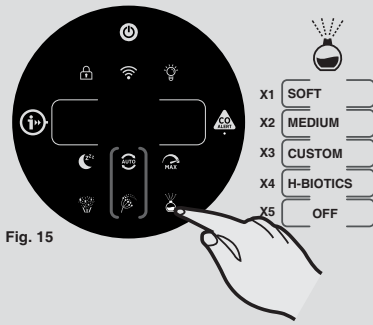

Fig. 15
**Función de difusor: [Fig. 15]**